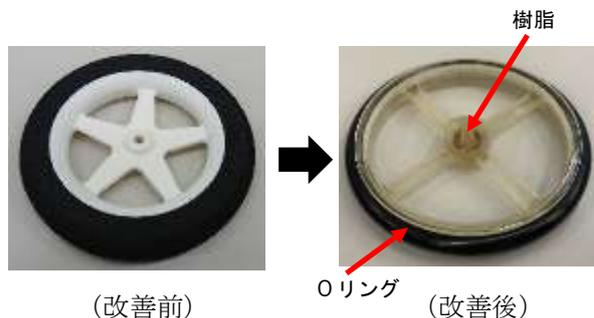

図5 タイヤ
問題点③を改善するため、図5に示すようにOリングを用いて変形の少ないゴム製タイヤに変更した。また、スポンジ製タイヤと同じ質量となるよう3D-CADにより質量計算を行い、3Dプリンタを使用して樹脂製のホイールを製作した。